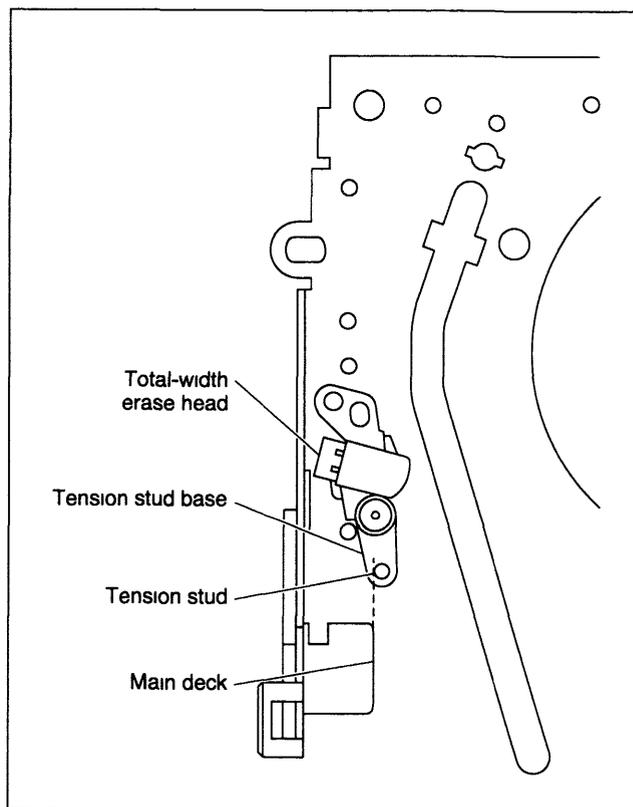

Fig. 2-4-9
- (1) Ajuste-o de modo que o lado esquerdo do pino tensor esteja na extensão da linha da fenda do chassis principal como indicado na Fig. 2-4-9